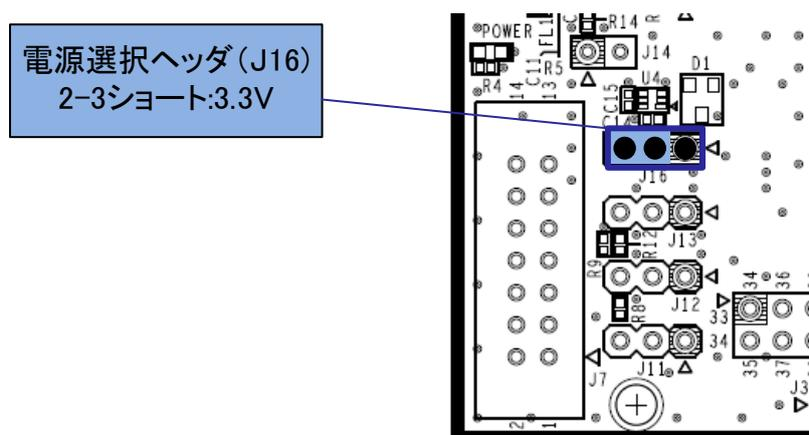

図 5-6: 3.3V 使用時のヘッダ設定(部品面)
- ・ J16 2-3 ショート : 3.3V 電源を選択。(図 5-6)